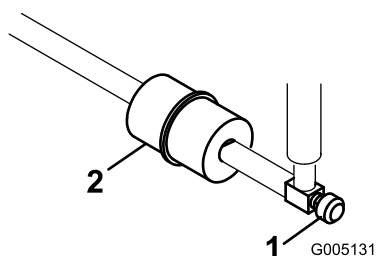

Figura 47
Existe um filtro no interior da tubagem de combustível, situado entre o depósito de combustível e o carburador (Figura 47). Certifique-se de que a seta existente no filtro se encontra dirigida para longe do depósito de combustível.
1. Feche a válvula de bloqueio do combustível, liberte o dispositivo de fixação da mangueira que se encontra no carburador, na zona do filtro e retire a tubagem de combustível do filtro (Figura 47).
2. Coloque um recipiente de drenagem debaixo do filtro, liberte os restantes dispositivos de fixação e retire o filtro (Figura 47).